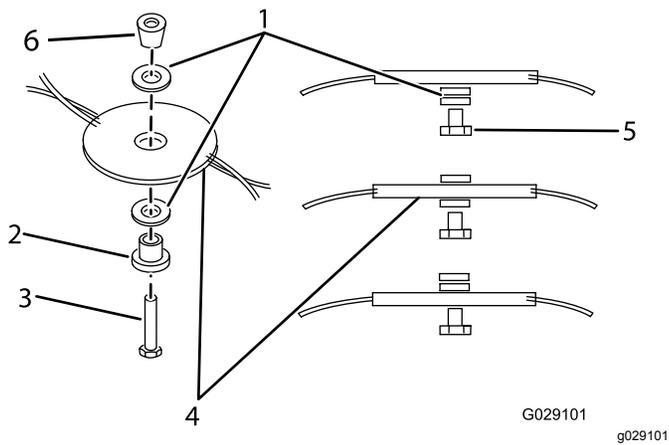

Figura 23
3. Rimuovete il disco di taglio ruotando il bullone in senso antiorario (Figura 23), conservando tutta la bulloneria di montaggio.
5. Montate il disco di taglio ruotando il bullone in senso orario (Figura 23) e montando tutta la bulloneria di montaggio.